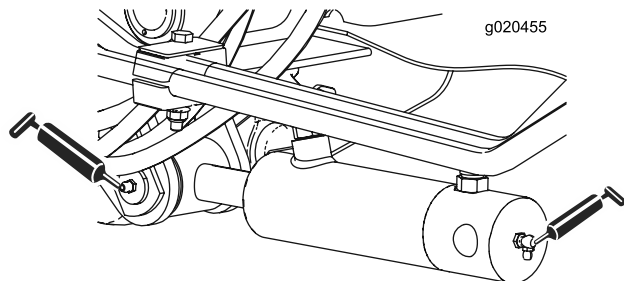

Figure 42
- Bagues de vérins de bras de relevage (2 chacun) (Figure 42).